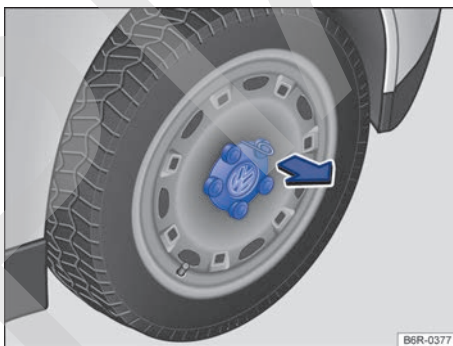

Fig. 195 Desmontar el tapacubos central tirando de él.
- *Desmontar:* Saque el gancho de alambre de las herramientas de a bordo → pág. 169 e introdúzcalo en un orificio (llanta de aleación ligera) o engánchelo en el borde (llanta de acero) del tapacubos → fig. 195.